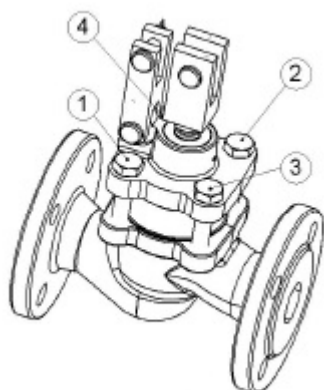

Рисунок 3
- Болты необходимо затягивать крест-накрест динамометрическим ключом (Рис. 3).